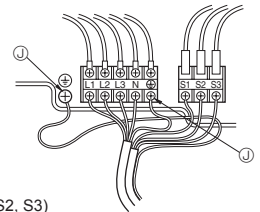

Fig. 7-2
7.1. Appareil extérieur (Fig. 7-1, Fig. 7-2)
- ① Retirer le panneau de service.